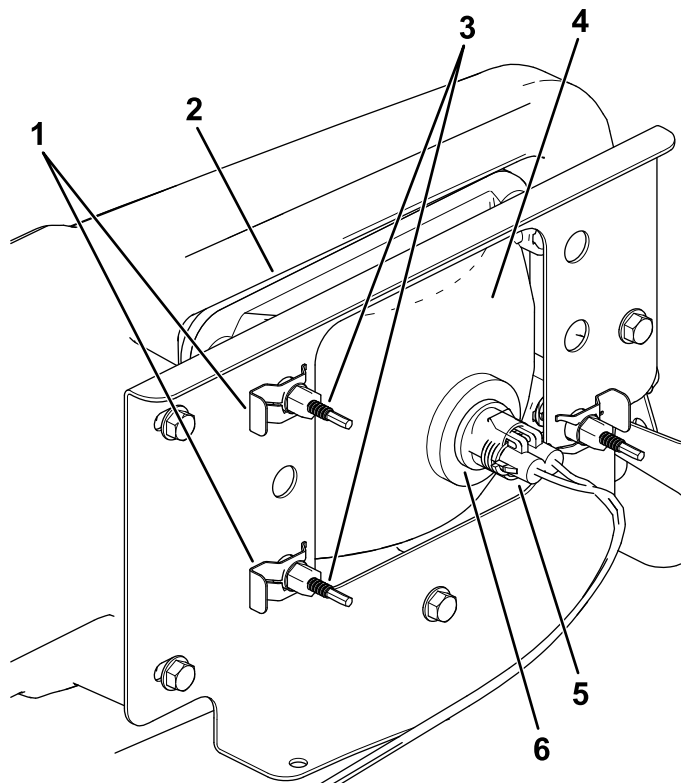

図 53
3. ランプアセンブリのコネクタから、ハーネス用のコネクタを外す 図 53。
4. ヘッドライトをヘッドライトブラケットに固定しているスピードクリップを外す 図 53。
5. ヘッドライトアセンブリ全体を前に押し出して、前バンパーから外す 図 53。
6. 取り付け穴に新しいヘッドライトを取り付ける 図 53。
8. ハーネス用のコネクタを、新しいランプアセンブリのコネクタに接続する 図 53。
5. ヘッドライトアセンブリの裏側部分にある調整ねじ 図 53を回してヘッドライトアセンブリの角度を変えてビームの方向を調整する。